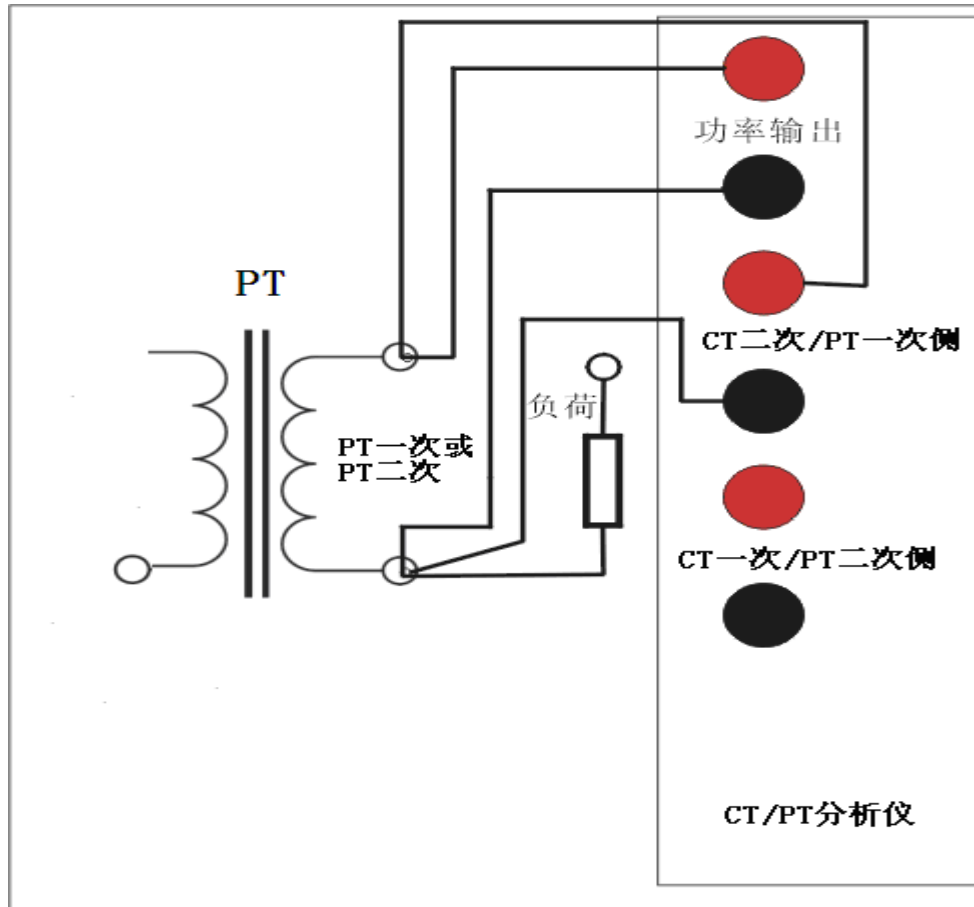

图 3.7 线圈电阻测量
在测量 PT 线圈的直流电阻时，请按照图 3.7 连接仪器和被测 PT。
- 2) 按照图 3.7 所示，断开被测 PT 二次侧和二次负荷的连接，或是断开 PT 一次侧与 PT 一次线路的连接
- 3) 将 CPTT 分析仪功率输出和 CT 二次侧/PT 一次侧的黑色端子连接至 PT 二次侧(或 PT 一次侧)的一端，参见图 3.7